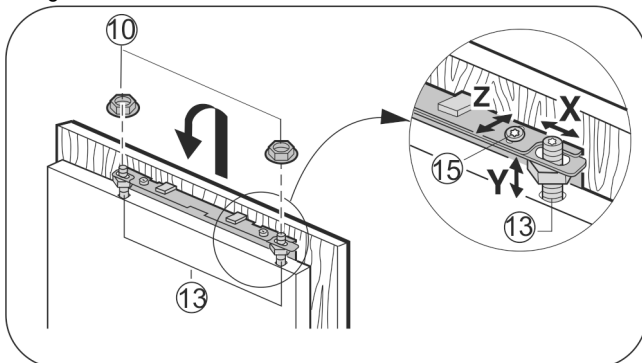

Fig. 27
- ▶ Kastdeur aan de justerbouten Fig. 27 (13) hangen en de contraoeren Fig. 27 (10) losjes op de justerbouten schroeven.
- ▶ Kastdeur op de hoogte Y en qua zijwaartse helling uitlijnen: stelschroeven Fig. 27 (13) met een schroevendraaier afstellen.
- ▶ Contraoeren Fig. 27 (10) vastdraaien.